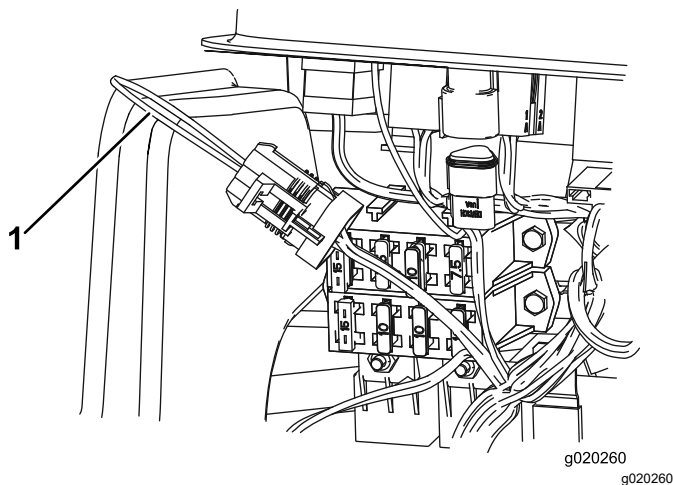

図 37
3. ワイヤハーネスと、ループバックコネクタを探し出す **図 37**。